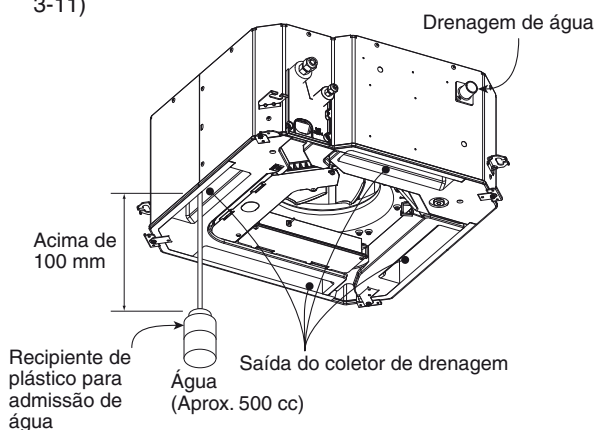

Fig. 3-11
- (1) Ligue a energia ao quadro de terminais (terminais R, S) dentro da caixa de componentes eléctricos.
- (2) Verta lentamente aproximadamente 500 cc de água no coletor de drenagem para verificar a drenagem. (Fig. 3-11)